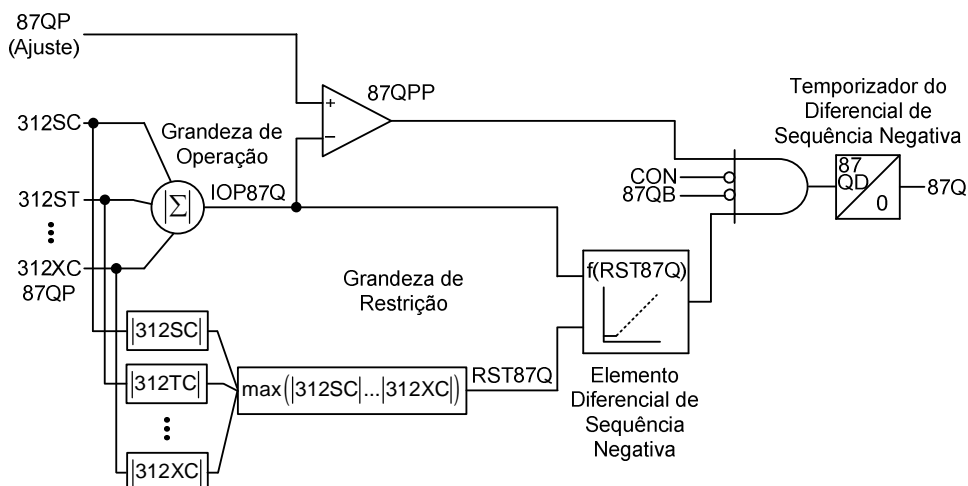

Figura 10 Lógica do Diferencial de Sequência-Negativa do SEL-487E
O elemento diferencial de sequência-negativa é incluído no SEL-487E para fornecer uma proteção mais sensível para as faltas internas entre espiras. A lógica do diferencial de sequência-negativa está mostrada na Figura 10.
Entretanto, conforme mostrado na Figura 10, a saída 87Q tem sua operação bloqueada pelo “Relay Word bit” CON que é ativado para faltas externas detectadas pelo elemento diferencial de fase. CON é o “OU” (OR) da lógica de detecção de falta externa de fase individual (CONA, CONB, CONC). Como resultado, sempre que um ou mais elementos diferenciais de fase chavearem para o modo de alta segurança da Inclinação 2, o diferencial de sequência-negativa será bloqueado. 87Q é também bloqueado sempre que um ou mais elementos diferenciais de fase detectarem uma condição de harmônicos, causando a ativação do “Relay Word bit” 87QB. O diferencial de sequência-negativa não inclui um elemento diferencial sem restrição.